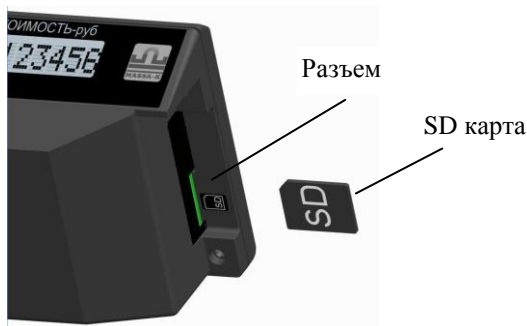

Рис. 13. Установка карты в весы
- вставить карту в разъем весов (Рис. 13) до появления легкого щелчка, означающего фиксирование карты в разьеме;